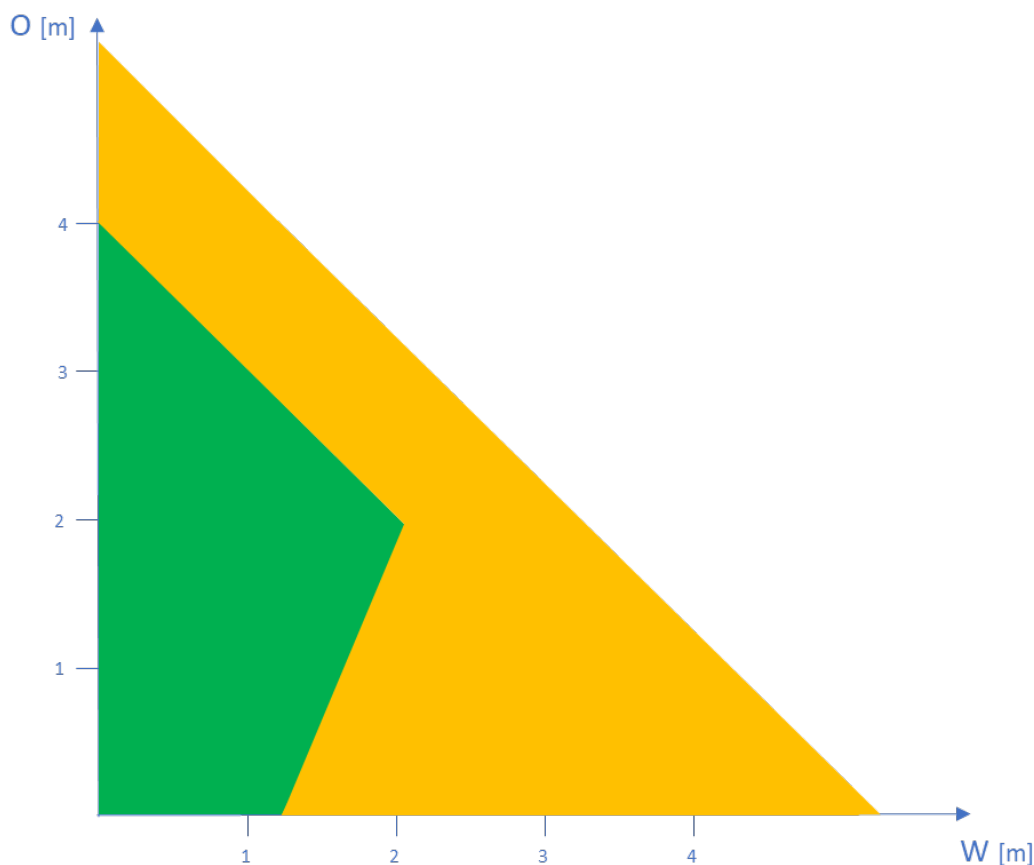

Figura 6: precisione di rilevamento in funzione dello sfalsamento (O) e della larghezza della pista ciclabile (W) per un'altezza d'installazione (H) di 2m
Più il radar è installato in alto, maggiore sarà l'angolo verticale del radar per rilevare i ciclisti e quindi minore sarà la distanza di rilevamento (D). La Figura 6 mostra in verde le combinazioni possibili di sfalsamento e larghezza della pista ciclabile per un'altezza d'installazione di 2 m per un elevato grado di precisione (97% o superiore). La zona arancione mostra le combinazioni di sfalsamento e larghezza per le quali la precisione di rilevamento scende al di sotto del 97%.
Supponendo un'altezza minima della sella di 1 m e un'altezza minima della testa dei ciclisti di 1,6 m, per un'altezza d'installazione di 2 m la larghezza massima W della pista ciclabile con sfalsamento zero è di 1,25 m, come illustrato in Figura 6.